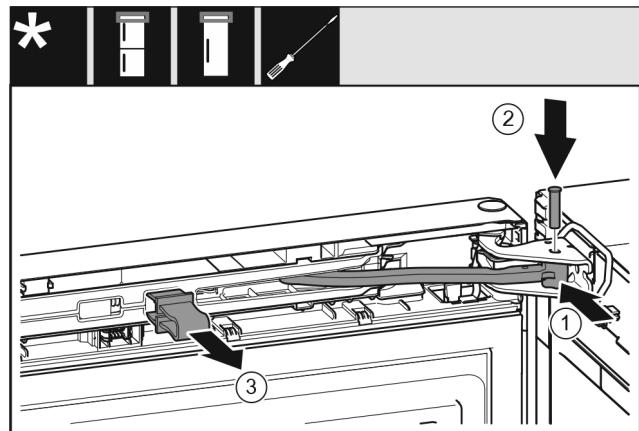

Fig. 50
- Otočte kloub ve stojanu ložiska. Fig. 50 (1)
- Vložte čep do stojanu ložiska a kloubu. Přitom dávejte pozor, aby byla zajišťovací vačka správně usazena v drážce. Fig. 50 (2)
- Vytáhněte pojistku. Fig. 50 (3)